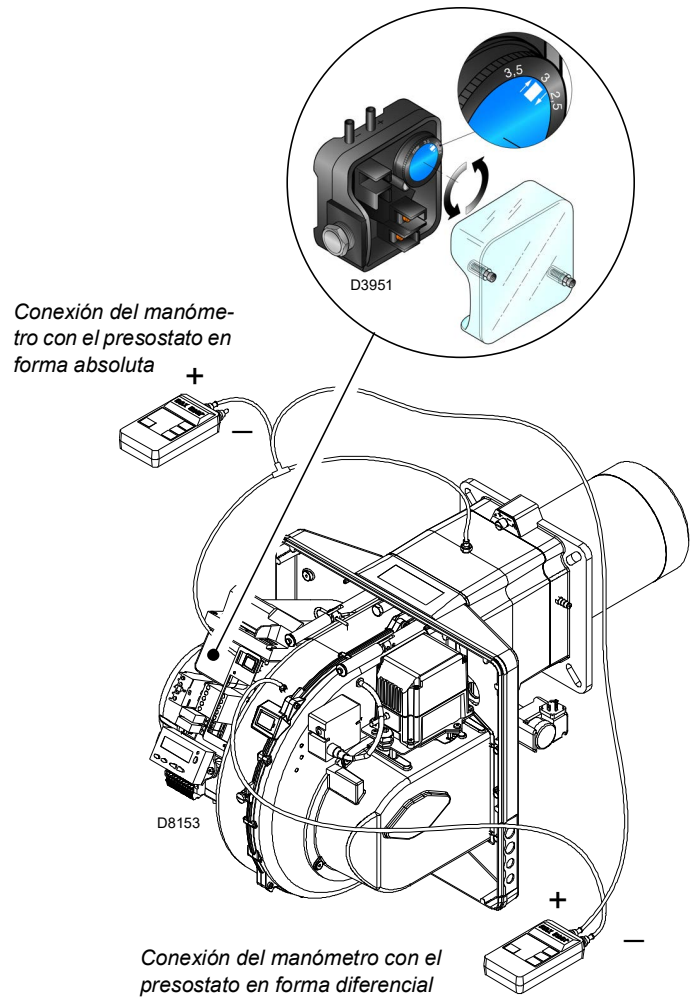

Fig. 29
- Regular el presostato de aire (Fig. 29 en la pág. 33) en el inicio de la escala.
Regular el presostato de aire (Fig. 29) después de haber efectuado todas las demás regulaciones del quemador, con el presostato de aire ajustado al inicio de la escala.
La conexión del manómetro se muestra en la Fig. 29. La configuración estándar es la del presostato aire conectado en forma absoluta. Nótese la presencia de una conexión en "T" no suministrada.
En algunas aplicaciones con fuerte depresión la conexión del presostato no permite al mismo la conmutación. En dicho caso es necesario conectar el presostato en modo diferencial, aplicando un segundo tubo entre el presostato aire y la boca de aspiración del ventilador. En este caso también el manómetro se debe conectar en forma diferencial, como se muestra en la Fig. 29.